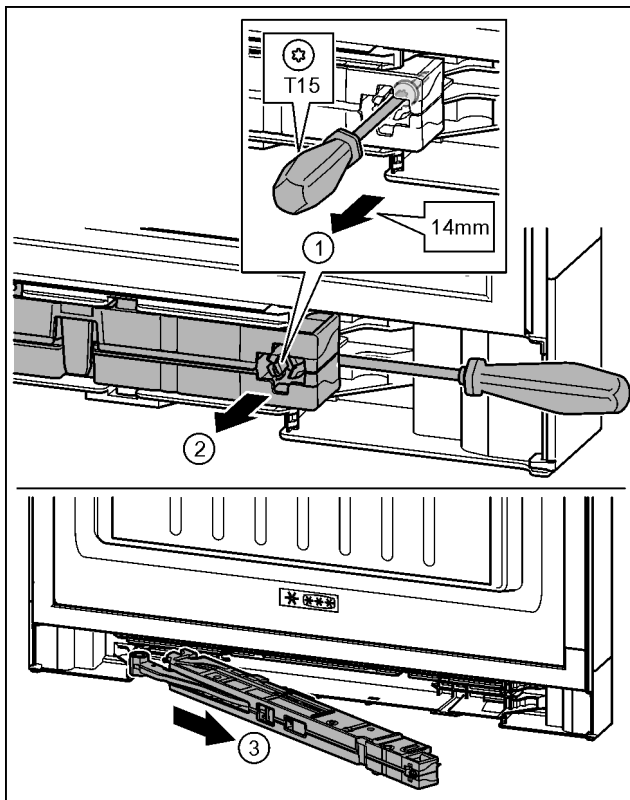

Fig. 17
- ▶ Skrutku na tlmíči uzatvárania uvoľnite skrutkovačom T15 o cca 14 mm. Fig. 17 (1)
- ▶ Skrutkovač zasuňte na strane držadla za jednotku tlmíča uzatvárania. Jednotku otočte dopredu. Fig. 17 (2)
- ▶ Jednotku vyťahnite. Fig. 17 (3)